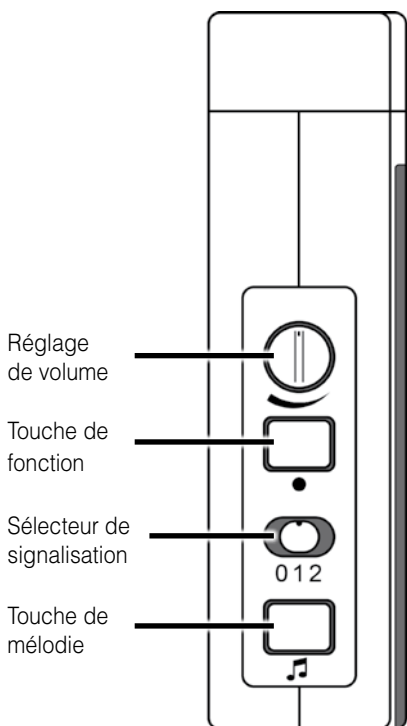

Figure 2 : Réglage et touches
À l'aide de l'interrupteur coulissant de sélection du signal (fig. 2 « 0 1 2 »), vous pouvez choisir le type de signalisation. Veuillez noter que les symboles sont toujours éclairés par des diodes électroluminescentes de couleur.
- a) Appuyez longuement sur la touche «●» (fig. 2). Les symboles s'allument les uns après les autres. Relâchez la touche dès que le symbole souhaité s'allume.
- c) Appuyez pendant 2 secondes sur la touche de sélection de la mélodie «♪» (fig. 2). Relâchez la touche et réappuyez sur la touche de sélection de la mélodie aussi souvent jusqu'à ce que vous ayez trouvé la séquence de son que vous souhaitez (16 séquences de sons au choix).